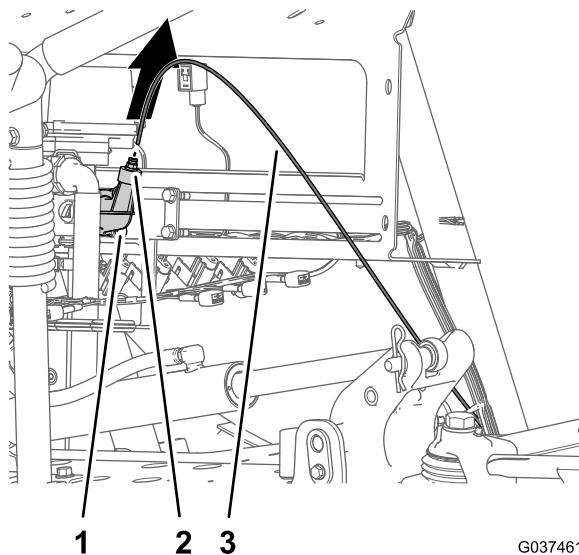

Figura 10
2. Tirate il tubo di rilevamento della pressione per il manometro del cruscotto estraendolo dall'accoppiatore del tubo (Figura 10).
1. Premete il collare dell'accoppiatore del tubo nel raccordo con tappo della valvola di sezione delle barre di destra (Figura 10).